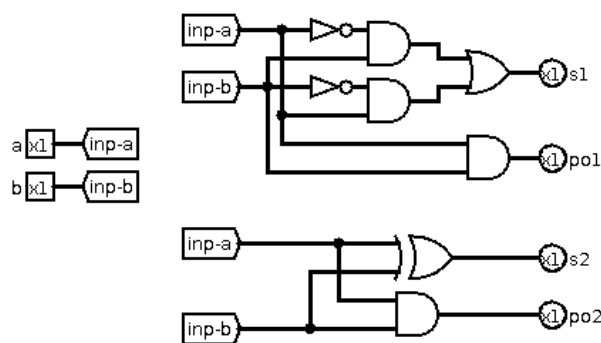

Рис. 3.2. Варианты схемы одноразрядного полусумматора
Построить одноразрядный полусумматор на основе базовых логических элементов и на основе элементов XOR (рис. 3.2), используя один набор входов для обеих схем. Научиться использовать тоннели.
1. Построить схему по образцу рис. 3.2. В свойствах контактов задать соответствующие метки. Входные контакты подключить к тоннелям («Проводка» — «Тоннель»). Направление и метка тоннеля и задаются в его свойствах.